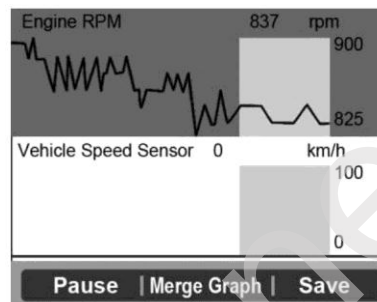

Рисунок 5-13
- Если внизу окна отображается кнопка **Merge Graph [Объединить графики]** при выборе ПИД-регулятора, возможно объединение графиков. См. рисунок 5-13.